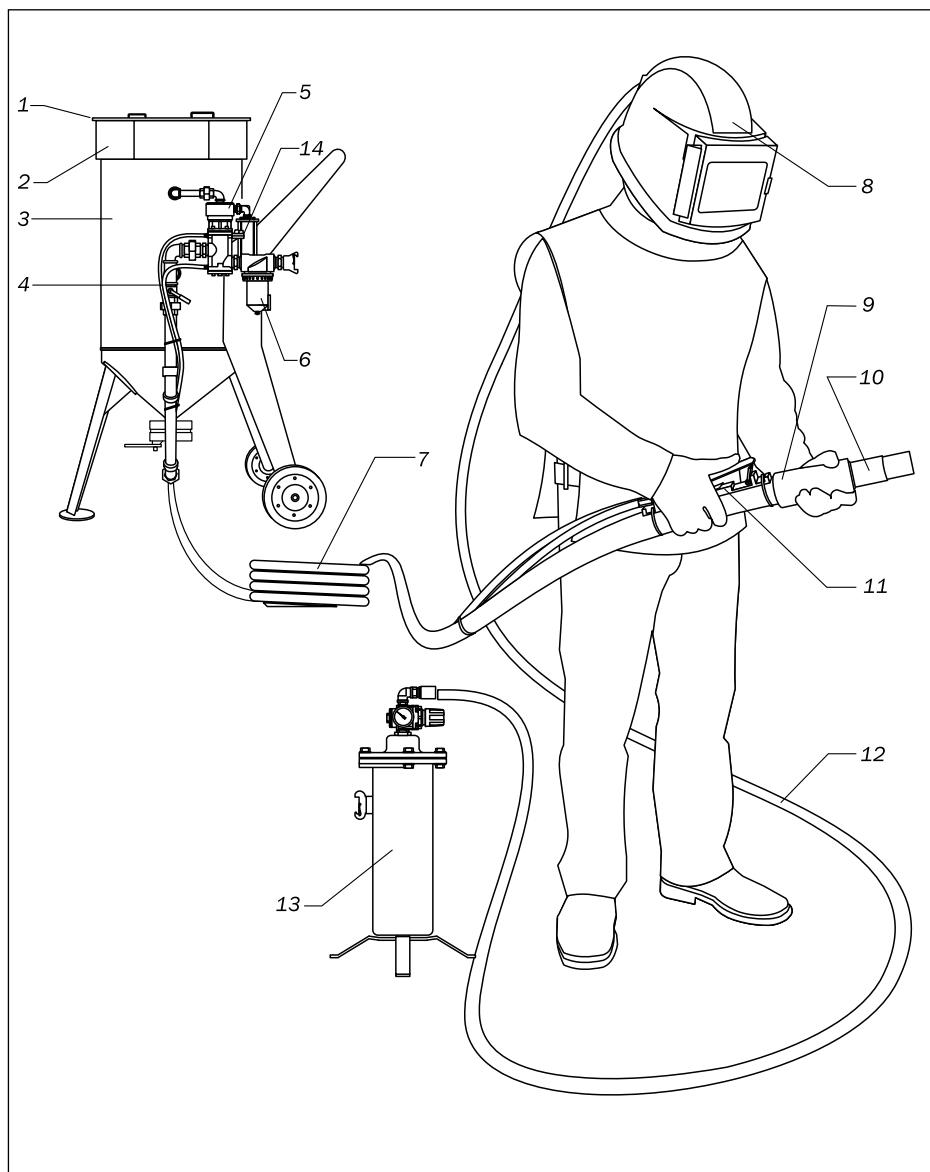

Рис. 2.1
◀ Рис. 2.1.
10. Открыть предохранительный шаровый кран 14 (рис. 2.1).
**ВО ВРЕМЯ ПЕРЕРЫВА В РАБОТЕ ВСЕГДА ОТКРЫВАЙТЕ ПРЕДОХРАНТЕЛЬНЫЙ ШАРОВЫЙ КРАН 14 (рис. 2.1) НА БЛОКЕ ДУ (НАПРОТИВ СИНЕЙ МАГИСТРАЛИ СДВОЕННОГО РУКАВА TWINLINE).**